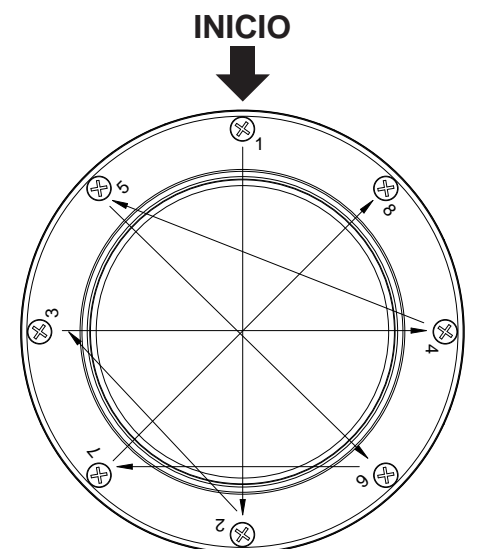

Figura 3
- Una vez que todos los tornillos estén en su lugar, use los números en el anillo de guarnición y ajuste cada tornillo siguiendo la secuencia de torque. Ajuste cada tornillo en el patrón 20-25 LB-in (2.3 - 2.8 N-m). Vea la Figura 3.